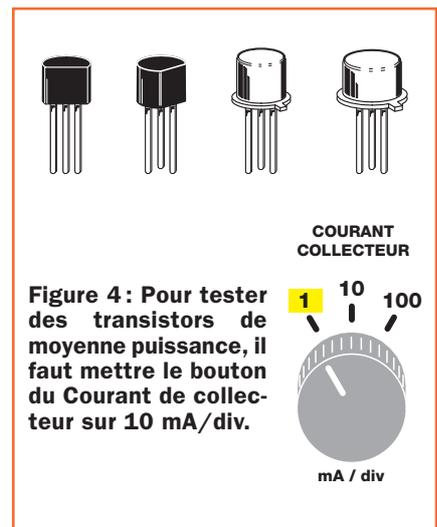

Figure 4: Pour tester des transistors de moyenne puissance, il faut mettre le bouton du Courant de collecteur sur 10 mA/div.
- moyenne puissance** (voir figure 4)